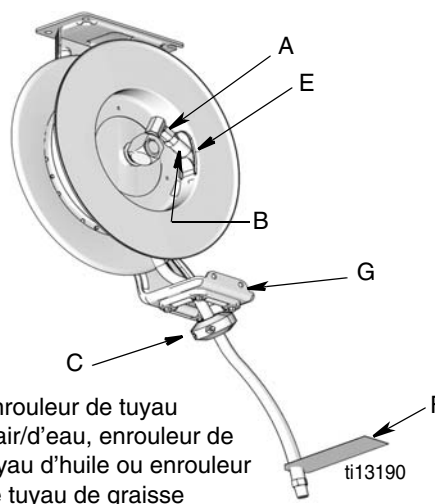

FIG. 12
- Arrêter l'enrouleur lorsque le raccord tournant (A) du tuyau peut être atteint (FIG. 12) et lorsque l'enrouleur est bien bloqué (verrouillé).
7. Passer le bout du tuyau (B) par le guide-tuyau (G), puis le trou (E) dans l'enrouleur (FIG. 12).